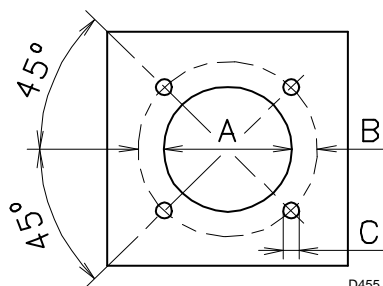

Fig. 6
4.3 Placa da caldeira (Fig. 6)
Furar a placa de fecho da câmara de combustão, tal como está indicado na Fig. 6 . A posição dos orifícios roscaados pode ser marcada utilizando a tela térmica fornecida com o queimador.